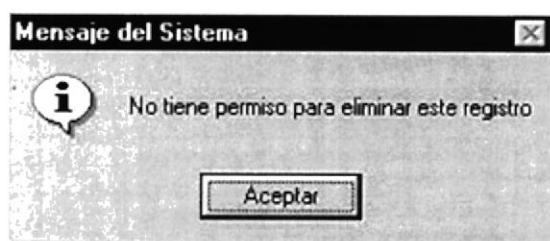

Figura 10.37 Pantalla de Permiso
2. El Sistema verificará si tiene el permiso de eliminación, en caso de no tenerlo aparecerá el siguiente mensaje (ver figura 10.37).